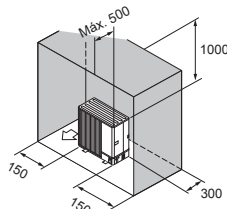

Fig. 2-11
- (6) Obstruções ou superfícies fechadas apenas na parte de trás, nos lados e por cima (Fig. 2-11)